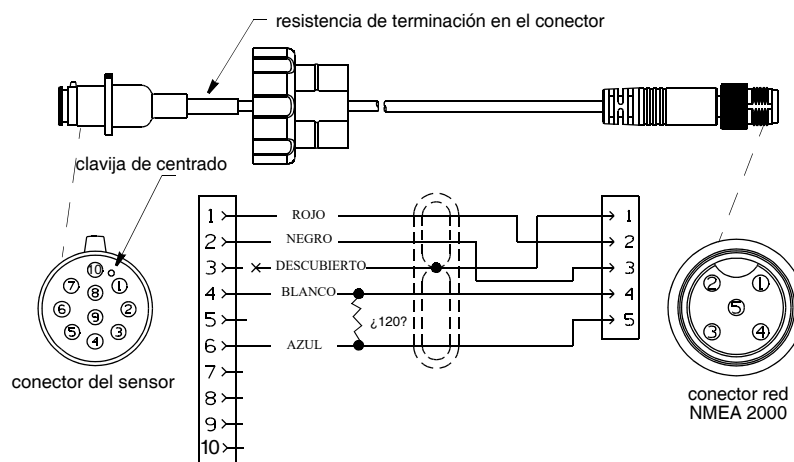

Figura 6. Cable de sensor NMEA 2000 [se muestra un cable de 10 m (33')]
**NOTA:** Los cables de sensor de más de 6 m (20') de largo tienen una resistencia de terminación incorporada en el conector del sensor (figura 6).